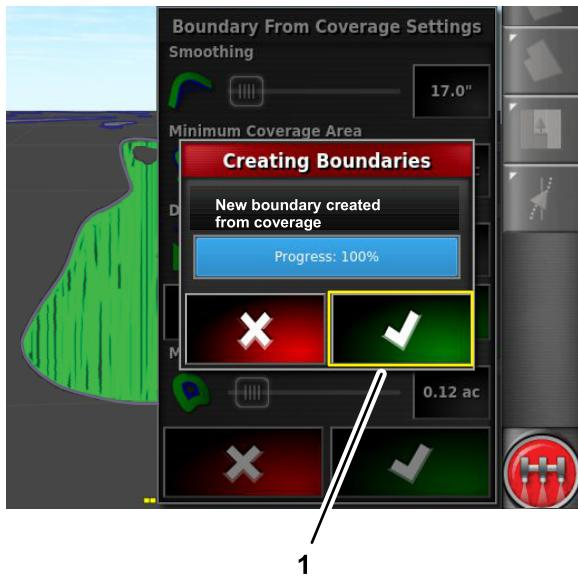

图 55
- 8. 按“从覆盖范围创建边界设置”对话框的数字图标图 55。